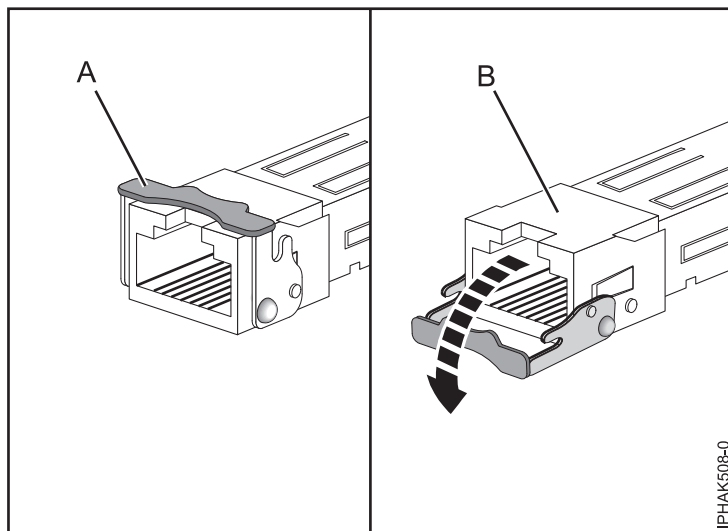

Figura 37. Remover transmissores-receptores SFP dos adaptadores
- b. Abra o trinco (A) ao rodá-lo para baixo e no sentido contrário da placa, como demonstrado em Figura 37.
- c. Faça deslizar o transmissor-receptor (B) para fora do hardware do adaptador.